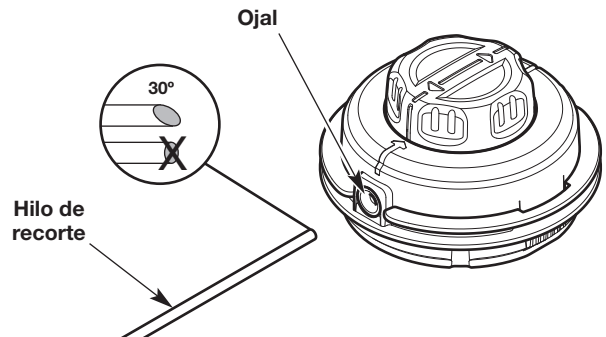
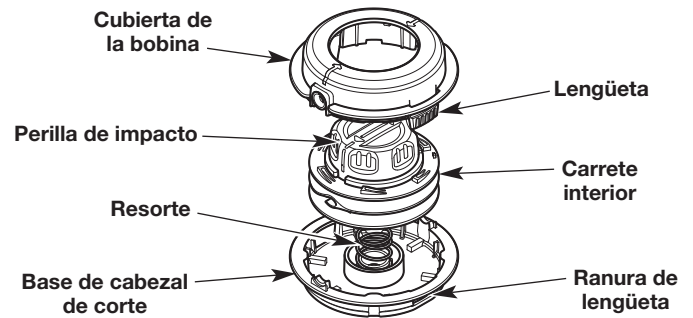

Fig. 21
Fig. 24
- Corte dos largos de 10 pies (3.0 m) de hilo de recorte nuevo. Corte un extremo de cada hilo en un ángulo de 30° (Fig. 21).
- Enhebre uno de los hilos por uno de los ojales del cabezal de corte (Fig. 21). Utilice el extremo angulado y empuje el hilo para que entre unas 3 pulgadas (7.5 cm). Repita este proceso con el otro hilo y el ojal restante.
- c. Mientras sostiene el destornillador en el lugar, gírelo suavemente para destrabar la lengüeta del panel de las ranuras (Fig. 24).
- d. Retire la cubierta de la bobina (Fig. 24). **NO** extraiga el resorte de la base del cabezal de corte (Fig. 24).
- e. Empuje la perilla de impacto a través de la cubierta de la bobina. (Fig. 24). Si los ojales se salen, reinserte los ojales en la cubierta de la bobina (Fig. 21).
NOTA: NO separe la perilla de impacto del carrete interior (Fig. 24).
- g. Utilice una tela limpia para limpiar el carrete interior, la base de cabezal de corte y la cubierta de la bobina (Fig. 24).
- h. Inserte la perilla de impacto y el carrete interior en la cubierta de la bobina (Fig. 24).
- i. Alinee las lengüetas de la cubierta de la bobina con las ranuras de la base del cabezal de corte (Fig. 24). Empuje la cubierta de la bobina sobre la base del cabezal de corte hasta que las dos lengüetas queden insertadas a presión.